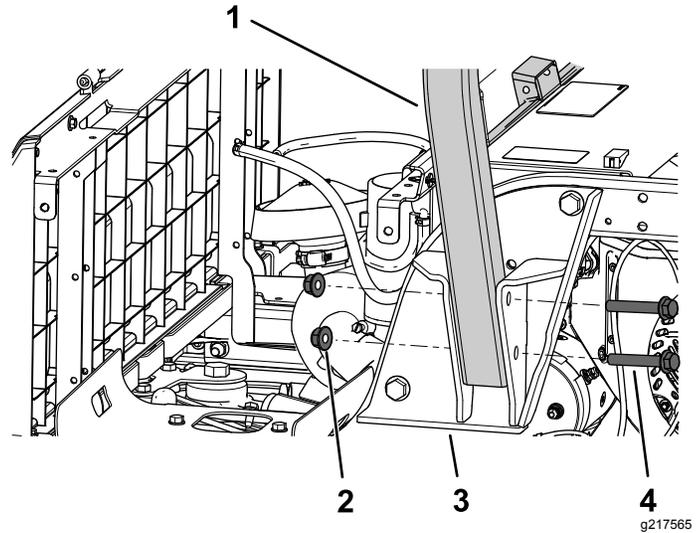

Figura 19
1. Sujete un lado de la barra antivuelco a un soporte del ROPS usando 2 pernos con arandela prensada (1/2" x 3 1/2") y 2 contratuercas (1/2"), según se muestra en Figura 19.